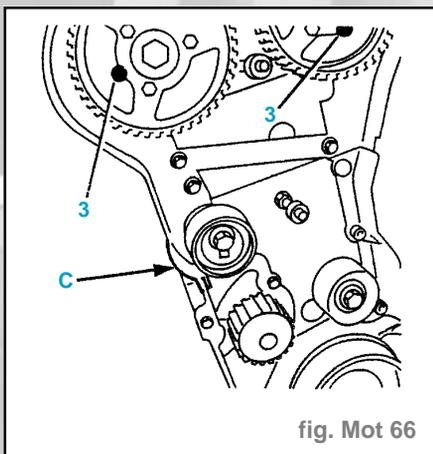

fig. Mot 66
- Monter la culasse, pignons d'arbres à cames pigés [3] (fig. Mot. 66).